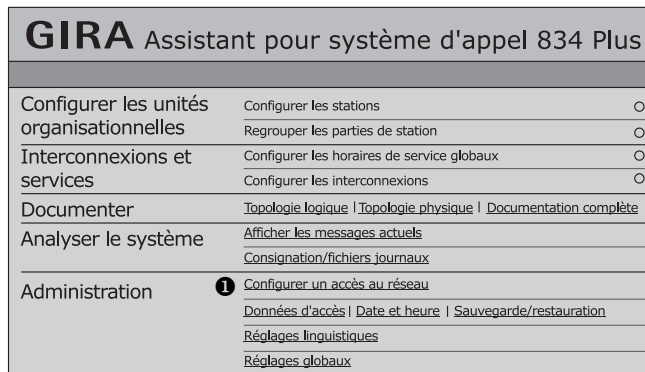

Fig. 3: Page récapitulative de l'assistant de configuration
Afin de raccorder la centrale de contrôle système à un réseau (d'hôpital) existant, on peut configurer dans l'assistant de configuration le raccordement "LAN externe" via l'élément de menu **Administration / créer un accès réseau**, voir Fig. 3 (1).